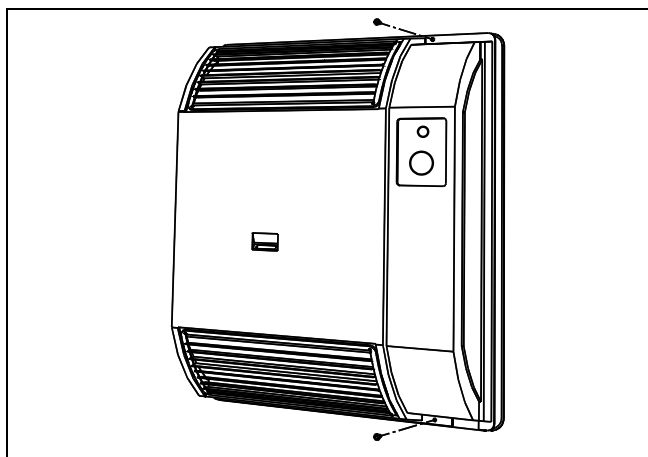

Fig. 5
6. De to skruer, der holder kappen, skrues ud, og kappen afmonteres (se fig. 5).
12. Kappen genmonteres (se fig. 5)